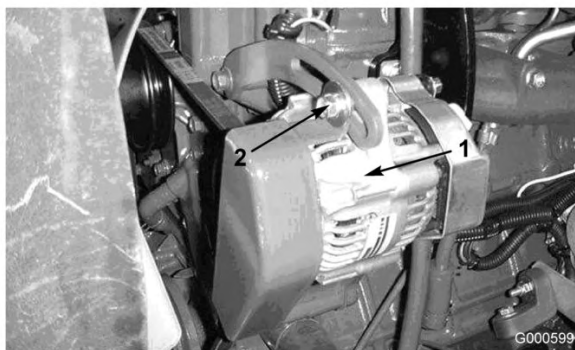

Figura 55
Controllate lo stato e la tensione delle cinghie (Figura 55) ogni 100 ore di servizio.
2. Se l'inflexione non è di 10 mm, allentate i bulloni di fissaggio dell'alternatore (Figura 55). Aumentate o riducete la tensione della cinghia dell'alternatore e serrate i bulloni. Controllate di nuovo l'inflexione della cinghia per accertare che sia esatta.